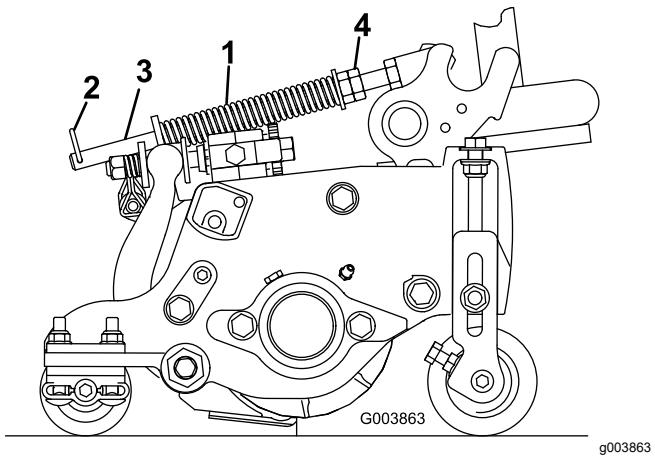

Figura 21
A mola de compensação de relva (Figura 21) transfere peso do cilindro dianteiro para o cilindro traseiro. (Isto ajuda a reduzir o efeito ondulado na relva, também conhecido como ondulação ou “bobbing”.)
- Certifique-se de que o contrapino do gancho está instalado no orifício traseiro na haste da mola (Figura 21).
- Aperte as porcas sextavadas na extremidade dianteira da haste da mola até que o comprimento da mola em compressão seja de 15,9 cm (Figura 21).